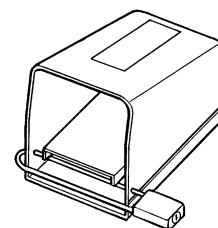

Figura 1 – Interruptor de Pie con pestillo
- Cuando no se use la máquina, bloquee el interruptor de pie con su pestillo (**Figura 1**). Esto evita la puesta en marcha involuntaria de la máquina.